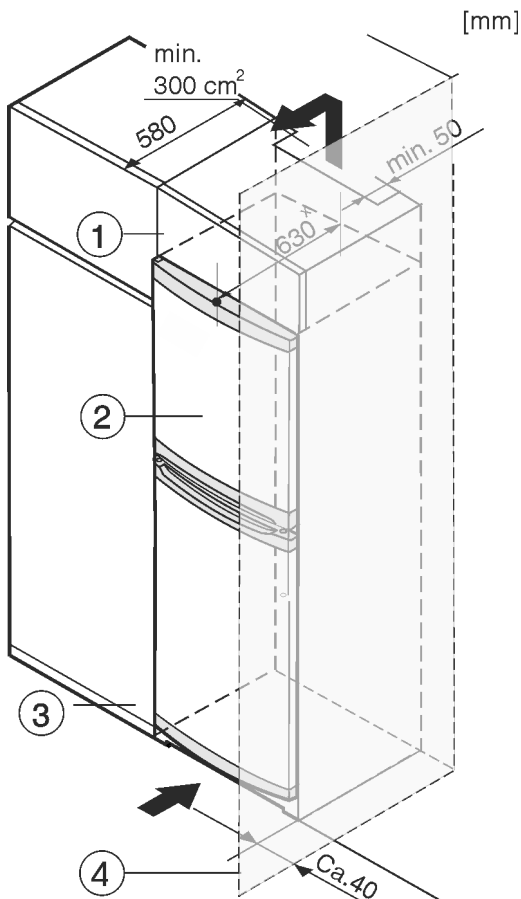

Fig. 8
- (1) Opbouwkast (3) Keukenkast
(2) Apparaat (4) Wand
Het apparaat kan in keukenkasten worden ingebouwd. Om het apparaat Fig. 8 (2) aan de hoogte van het keukenblok aan te passen, kan boven het apparaat een opzetkast Fig. 8 (1) worden aangebracht.
Bij een ombouw met keukenkasten (diepte max. 580 mm) kan het apparaat direct naast de keukenkast Fig. 8 (3) worden geplaatst. Het apparaat staat aan de zijkant 34 mm * en in het midden van het apparaat 50 mm * tegenover de voorkant van de keukenkast.
Wanneer het apparaat met de scharnieren naast een wand Fig. 8 (4) wordt geplaatst, moet de afstand tussen het apparaat en de wand minimaal 40 mm bedragen. Dit komt overeen met de uitsteekmaat van de handgreep bij geopende deur.